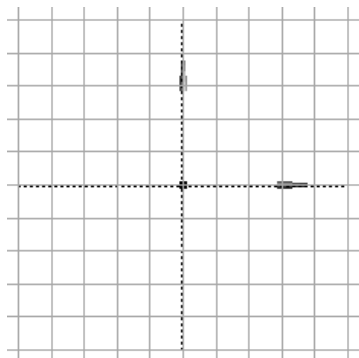

图 3.2.13 显示草图栅格
-  **Show in 2D** ☒ 选项：选中该选项，显示草绘栅格（图 3.2.13）。